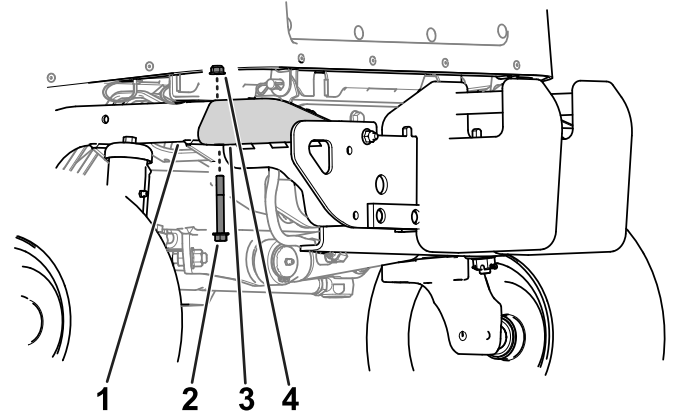

Figura 15
1. Rimuovete il bullone a testa flangiata (3/8" x 3") e il dado flangiato (3/8") che fissano il paraurti al tubo del telaio posteriore su ciascun lato del paraurti (Figura 15).